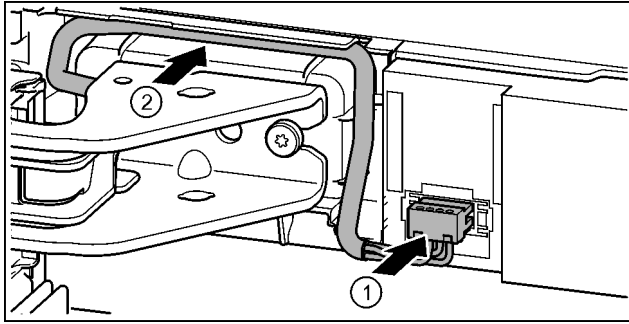

Fig. 37
- ▶ 将插头通过上方的托架插入，并且小心地将电缆线置入导管。 Fig. 37 (1)
- ▶ 将灰色电缆通过上方托架小心地放置到导向装置中。 Fig. 37 (2)